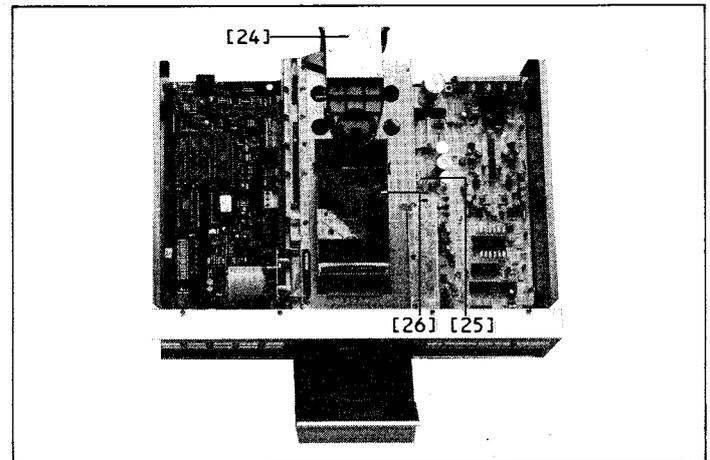
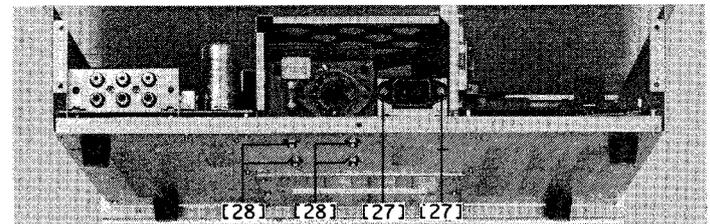
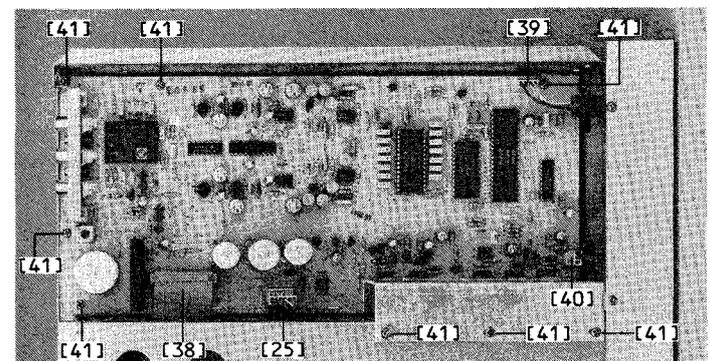

Fig. 2.9
Fig. 2.10
Fig. 2.12
-> Fig. 2.9 / Fig. 2.10
-> Fig. 2.9 / Fig. 2.12
-> Fig. 2.12 / Fig. 2.13